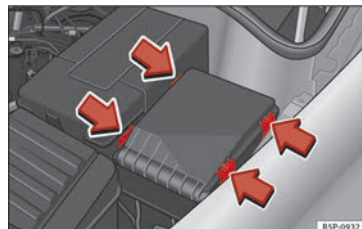

Bild 174 I motorrummet: lock till säkringsdosan
- Tryck ner säkringslockets flikar i pilarnas riktning för att lossa locket » **bild 174**.